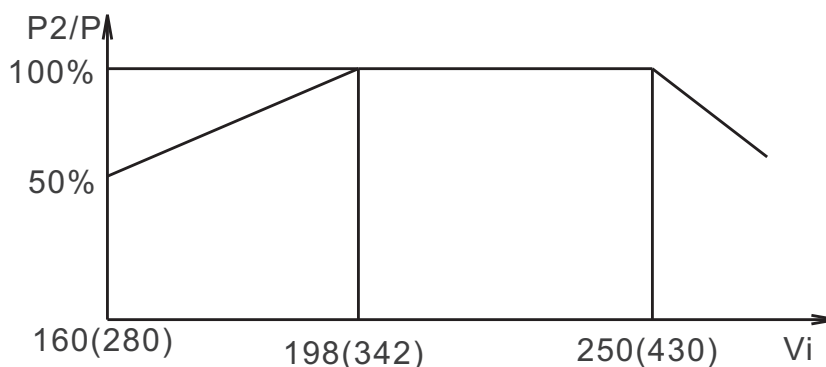

图1
- 1 稳压器所标输出容量系最大容量。家用电器的标称功率是指有功功率，而冰箱、空调等感性负载在启动瞬间电流很大，因此对电冰箱、空调等负载按功率3~5倍选择稳压器的容量。如输入电压过低，就降低负载。具体可参照输出容量曲线（图1）选用。
##### 5.2 输出容量曲线；见图1